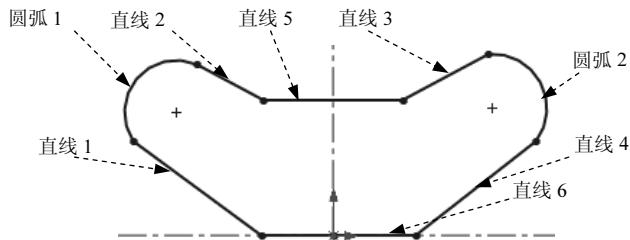
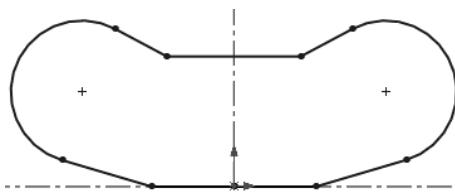

图 3.4 绘制的圆弧
图 3.5 添加几何约束
(3) 绘制圆弧。选择下拉菜单 **工具(T)** → **草图绘制实体(X)** → **三点圆弧(3)** 命令，在图形区中绘制图 3.4 所示的圆弧。
Step 4 添加几何约束。按住 Ctrl 键，选择直线 6 与水平中心线，在**添加几何关系**区域中单击 按钮。按住 Ctrl 键，选择图 3.4 所示的圆弧 1 和圆弧 2，系统弹出“属性”对话框，在**添加几何关系**区域中单击 按钮。按住 Ctrl 键，选择图 3.4 所示的圆弧 1 与直线 1，在**添加几何关系**区域中单击 按钮。同理，创建圆弧 1 和直线 2 的相切约束，圆弧 2 和直线 3 的相切约束，圆弧 2 和直线 4 的相切约束，按住 Ctrl 键，选择图 3.4 所示的圆弧 1、竖直中心线与圆弧 2，在**添加几何关系**区域中单击 按钮。同理，添加直线 2 与直线 3 关于竖直中心线对称，直线 1 与直线 4 关于竖直中心线对称。按住 Ctrl 键，选择图 3.4 所示的直线 5，在**添加几何关系**区域中单击 按钮。同理，添加直线 6 的水平约束。约束后的图形如图 3.5 所示。